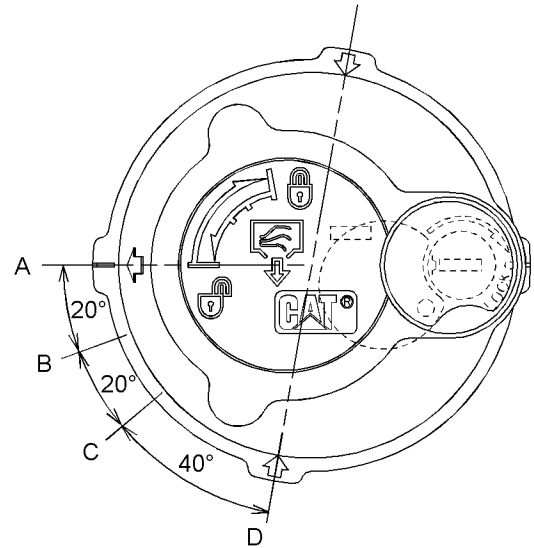

Ilustración 257
- (A) Posición TRABADA
- (B) Posición ALIVIO DE PRESIÓN - COMENZAR
- (C) Posición ALIVIO DE PRESIÓN - FINALIZAR
- (D) Posición ABIERTA
1. Suelte la presión que puede haber en el circuito hidráulico de retorno con el siguiente procedimiento. Consulte la Ilustración 257 para ver las posiciones de la tapa del tubo de llenado.
- a. Gire la tapa del tubo de llenado hacia la izquierda y mueva la flecha de la posición (A) a la posición (B).
- b. Suelte la presión durante un mínimo de 45 segundos moviendo la flecha de la posición (B) a la posición (C).
- c. Oprima la tapa del tubo de llenado hacia abajo y mueva la flecha de la posición (C) a la posición (D).